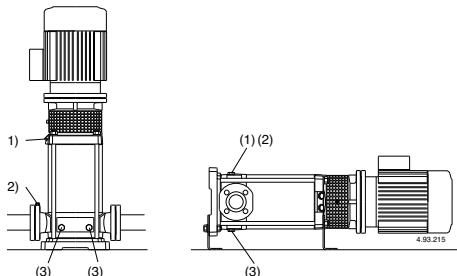

Fig. 3 (1) Llenado y purga
Con la bomba por encima del nivel de agua a elevar, (funcionamiento en aspiración, (**Fig. 2A**), o con una carga insuficiente, (inferior a 1 m) para abrir la válvula de retención, llenar el tubo de aspiración y la bomba a través del orificio (1) (**fig. 3**).
(2) Purga aspiración
(3) vaciado
Con el **nivel de agua en aspiración por encima de la bomba**, (funcionamiento bajo carga, **fig. 2B**), llenar la bomba abriendo lentamente y completamente la compuerta del tubo de llegada teniendo la compuerta de la impulsión abierta y también los agujeros de purga (1), (2) (**fig. 3**) para hacer salir el aire.
Cerrar los agujeros de purga (1), (2) (**fig. 3**), para MXV-B, MXV(L) 25-32-40 und MXV(L)4 25-32-40 Atornillar los
Si se verifica una perdida del cebado, (interrupción en el flujo de impulsión, estando las compuertas abiertas), o si se nota una oscilación de la presión indicada en el manómetro, repetir el purgado del lado aspiración (2) verificar que todas las juntas del tubo de aspiración estén perfectamente herméticas y cerrar el tornillo de cebado (2), y el tornillo de vaciado (3) en el lado de aspiración (**fig. 3**).
Possiblemente, como el caso de empleos temporales con líquidos sucios, hacer funcionar brevemente la bomba con agua limpia para remover los depósitos. O bien, después del vaciado proseguir con un lavado metiendo agua (al menos 40 litros) en el agujero de llenado (1) lado impulsión y dejándola salir por el agujero de vaciado (3) lado de aspiración (**fig.3**).
Sacar ambos tornillos (14.12), (pos. 3, **fig. 3**).
Antes del desmontaje cerrar la compuerta de aspiración, y la de impulsión, y vaciar el cuerpo de la bomba (**fig. 3**).